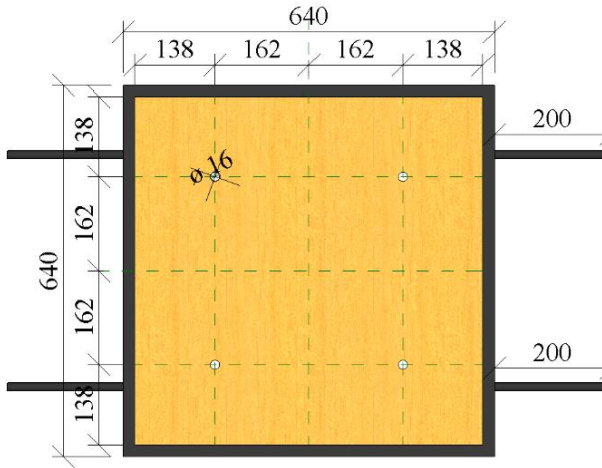

图5 柱钢筋绑扎支架平面图
2) 每个工位面积为 $50\text{m}^2$  ( $10\text{m}\times 5\text{m}$ )，配备粉笔1盒，每工位配备2个柱钢筋绑扎支架，1套模拟梁底模及支架。见图5~图8所示：